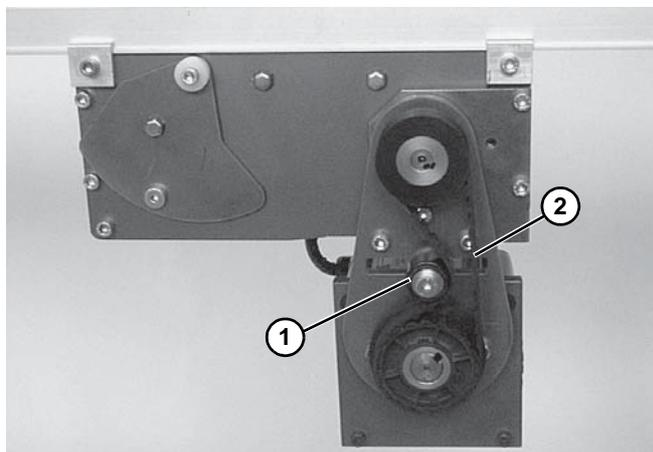

Figure 35
2. Desserrer le tensionneur (**Figure 35, élément 1**) puis retirer la courroie crantée (**Figure 35, élément 2**).